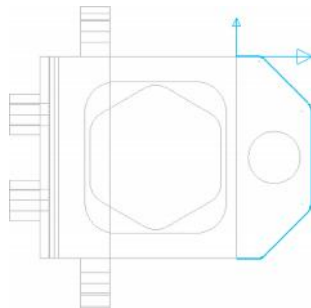

图 11-61 选择加工边界
1) 选择【刀路】/【外形】命令，系统弹出【线框串连】对话框，如图 11-61 所示选取边界线的上方为起始边，注意箭头方向，此时刀具补偿方向为左补偿，单击【确定】按钮。